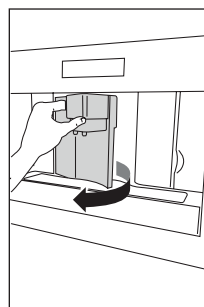

Fig. 23
- ▶ Deschideți ușița de serviciu (Fig. 23).